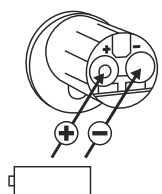

Fig. 3
- 3 Inserire due batterie nuove. Assicurarsi che la polarità sia corretta come da disegno (Fig. 3).